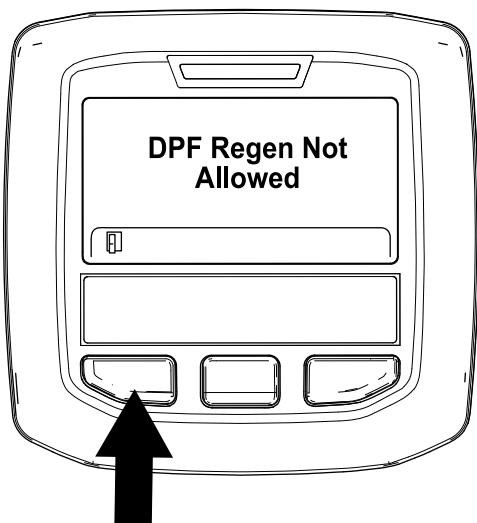

Figura 55
- Si el ordenador del motor no permite el proceso de regeneración, aparece el mensaje “DPF Regen Not Allowed” (Regeneración de DPF no permitida) en el InfoCenter (Figura 55). Pulse el botón de la izquierda para salir a la pantalla de inicio.